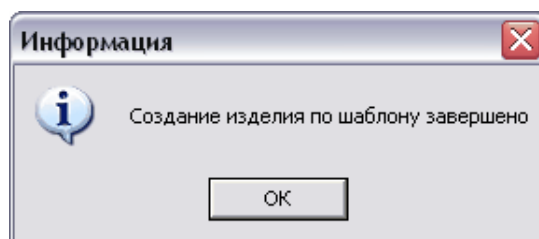

Рис. 55
4. Нажмите на кнопку **Создать**. После удачного создания нового изделия появится уведомление об этом (Рис. 55).